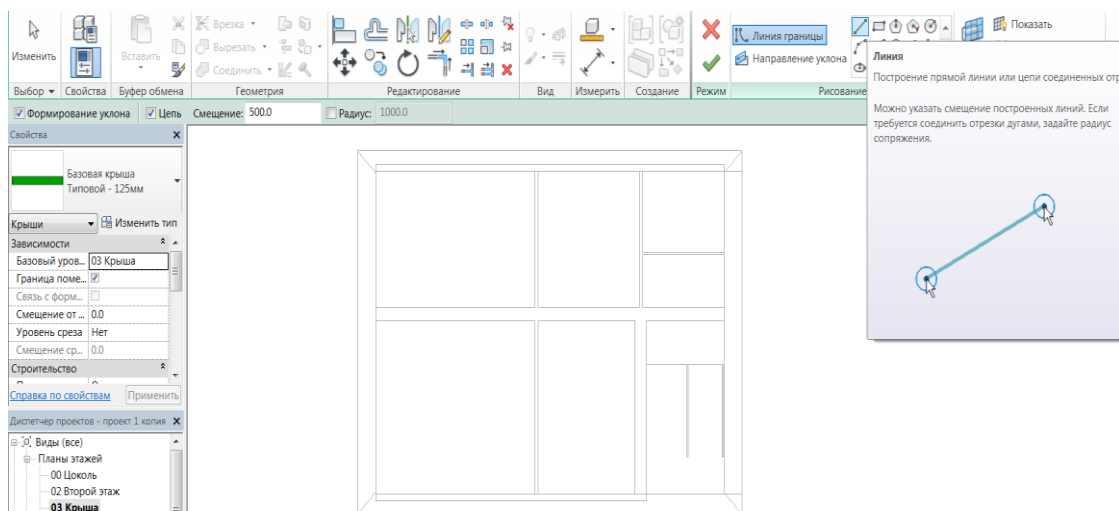

Рис. 65
4. Установить свес крыши 500мм (рис. 65).